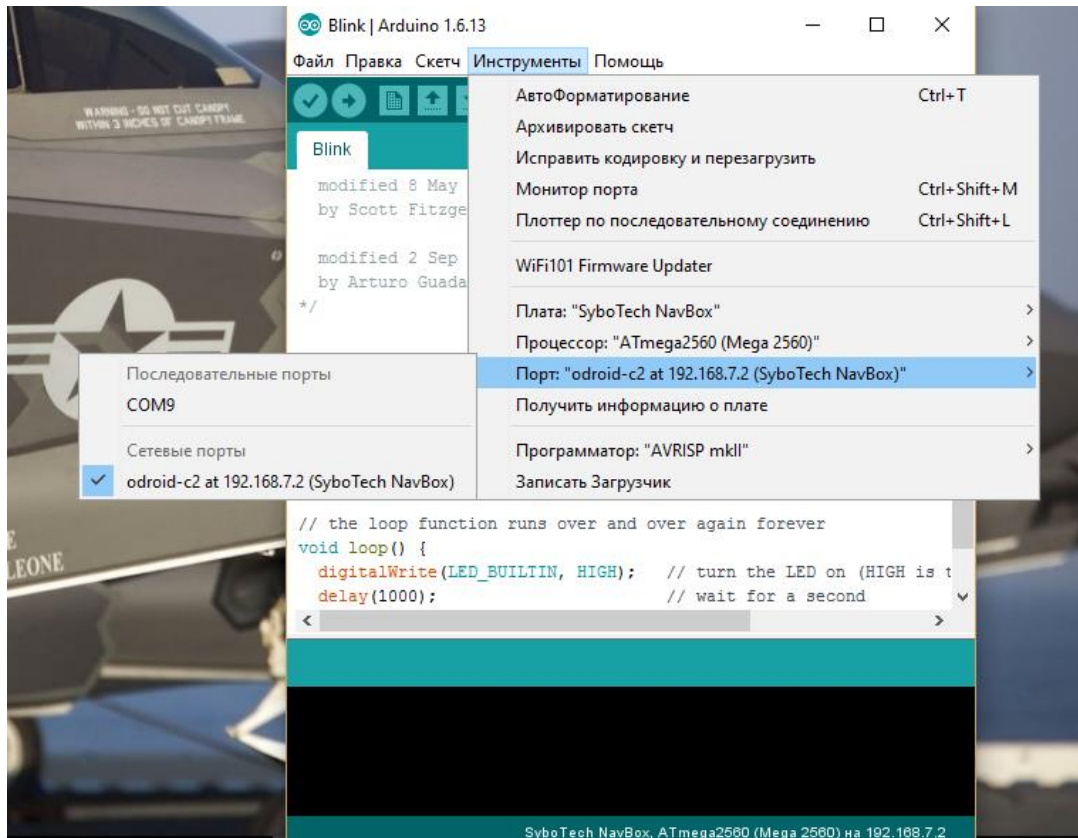

Рис. 11. Проверка соединения
8. Проверим, видит ли Arduino IDE наш сетевой порт (рис. 11):